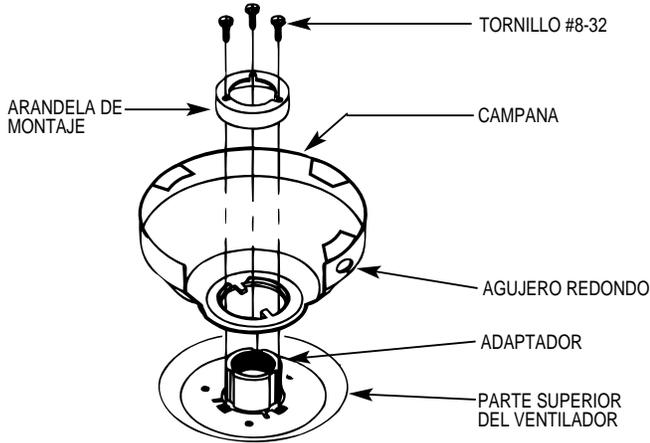

FIGURA 5. Versión de bajo perfil
A. Coloque la campana en la parte superior del ventilador, de manera que el agujero en el fondo de la campana quede sobre el adaptador en la parte de arriba del ventilador. Vea la Figura 5. Coloque la arandela de montaje de la campana dentro de la campana, con la pestaña vertical de la arandela descansando sobre la parte interior de la campana.
B. Coloque las (3) ranuras en la arandela de montaje de la campana sobre los (3) agujeros con rosca del adaptador. Vea la Figura 5.
C. Asegure la campana en la parte superior del ventilador usando los (3) tornillos #8-32 x 3/4" de largo con arandelas de presión. Asegúrese que todos los tornillos estén apretados. La falla en hacerlo puede causar que se caiga el ventilador.